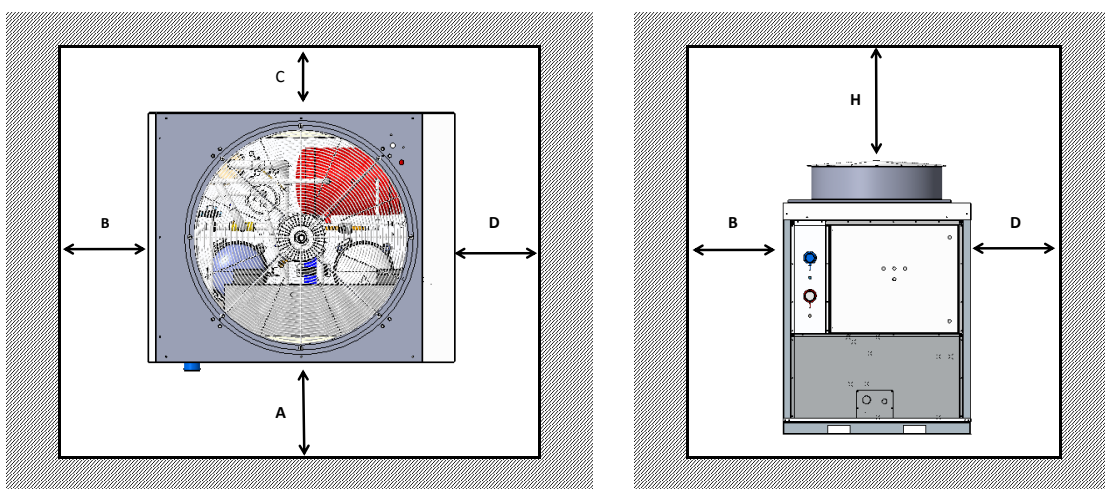
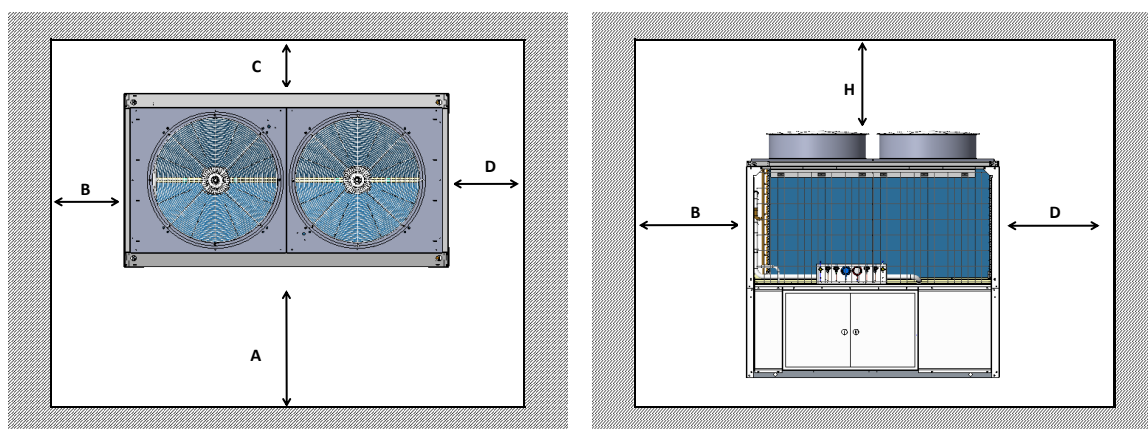

图 6.1 单风机维修和运行空间图
图 6.2 双风机维修和运行空间图
6.2.2 机组周围及顶部需留有足够空间，保证充分的通风通道（见图 6.1~图 6.2 和表 6.1）；